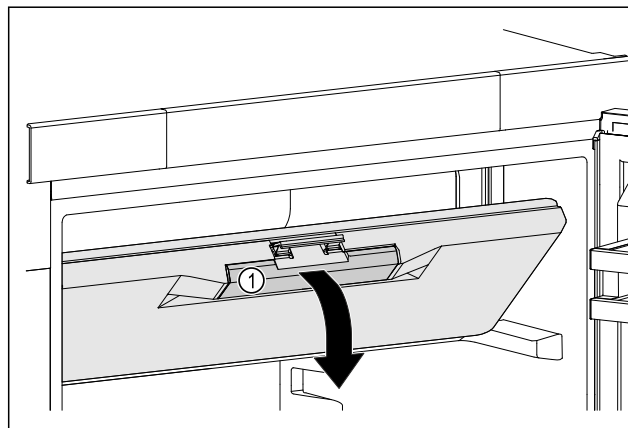

Fig. 43
- ▶ Chwycić drzwi komory zamrażalnika za zagłębienie uchwytu Fig. 43 (1).